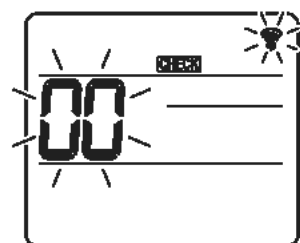
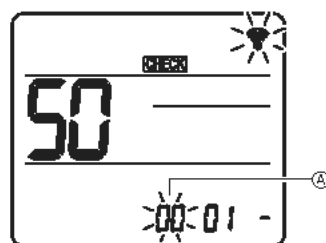
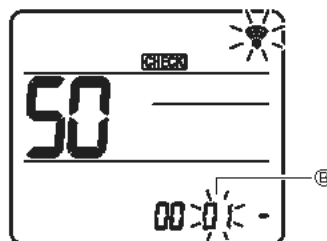
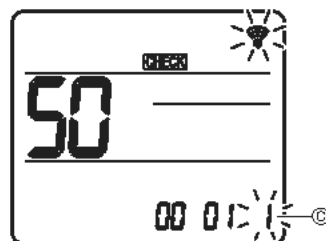

Fig. 7-16
Fig. 7-17
Fig. 7-18
Fig. 7-19
7.4.2. Mit der drahtlosen Fernbedienung (Fig. 7-16, Fig. 7-17, Fig. 7-18, Fig. 7-19)
① Funktionsauswahlmodus aufrufen
- [CHECK] leuchtet und "00" blinkt. (Fig. 7-16)
Drücken Sie zum Einstellen der Gerätenummer [] die Taste []. (Fig. 7-17)
Drücken Sie zum Einstellen der Modusnummer [] die Taste []. (Fig. 7-18)
Ändern Sie mit der Taste [] die Einstellungsnummer []. (Fig. 7-19)